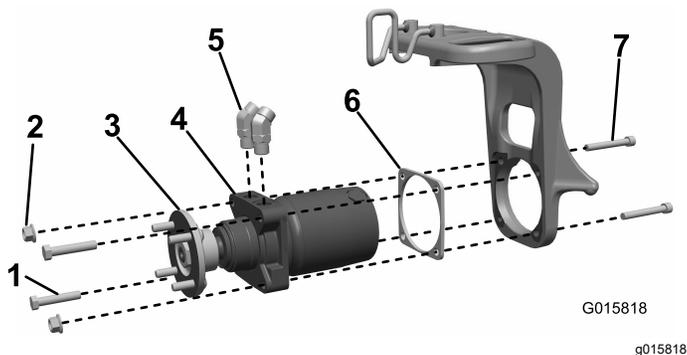

Figure 3
1. Posez les raccords hydrauliques à 45° dans le moteur de roue et orientez-les approximativement comme montré à la Figure 3. Ne serrez pas encore les raccords.